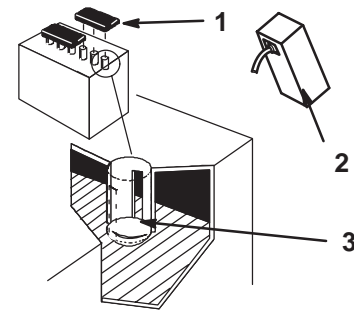

Bild 4
5. Gießen Sie langsam Batteriesäure in jede Batteriezelle, bis der Säurestand den unteren Teil des Röhrchens erreicht (Bild 4).
9. Gießen Sie langsam Batteriesäure in jede Batteriezelle, bis der Säurestand die obere Linie am Batteriekasten (Bild 4) erreicht und drehen Sie die Verschlussdeckel auf.